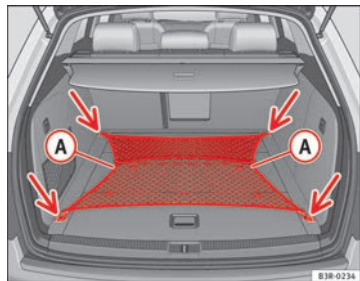

Fig. 117 Red para equipaje extendida
- Fije la red para equipaje a las cuatro argollas -flechas- → fig. 117.